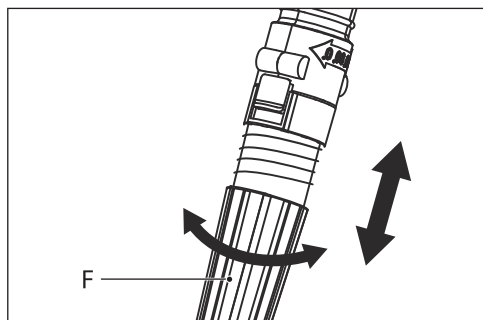

Рис. 7
Ослабьте регулятор длины штанги (F), вращая его против часовой стрелки. Держитесь за головную часть триммера, установите нужную длину штанги (рис. 7). Закрутите регулятор длины штанги по часовой стрелке.